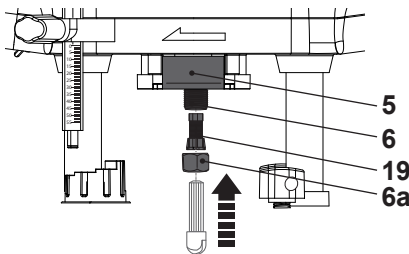

Rys. 3
- > Zacieśnij dźwignię ustawienia głębokości (16).
- > Naciśnij blokadę wrzeciona (5) i trzymaj ją wciśniętą, jednocześnie poluzowując nakrętkę zaciskową (6a) kluczem maszynowym (21) (Rys. 3).